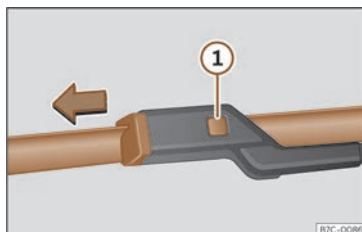

Fig. 179 Cambio das gomas do limpaparabrisas.
- Manteña premida a tecla de desbloqueo >>> **fig. 179** ① tirando levemente da goma no sentido da frecha.